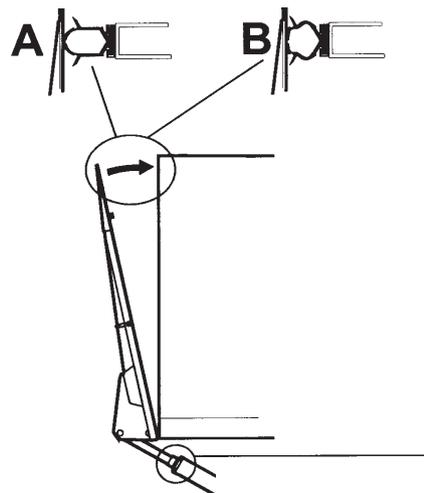

Figura 35. Ajuste de apoyo contra la carrocería
4. Girar el manguito de ajuste de modo que el puente de elevación se apoye justo en la junta de la carrocería. Figura 35.
9. Ajustar ambos cilindros alternativamente de modo que el puente se apoye contra la carrocería, véase Figura 35 (B).